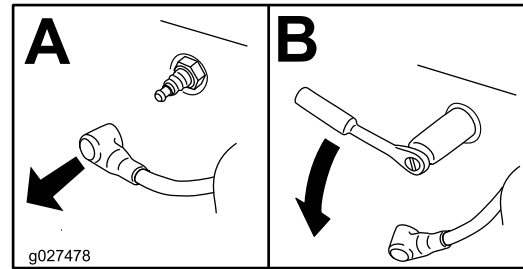

Bild 48
4. Nehmen Sie die Zündkerze heraus (Bild 48).